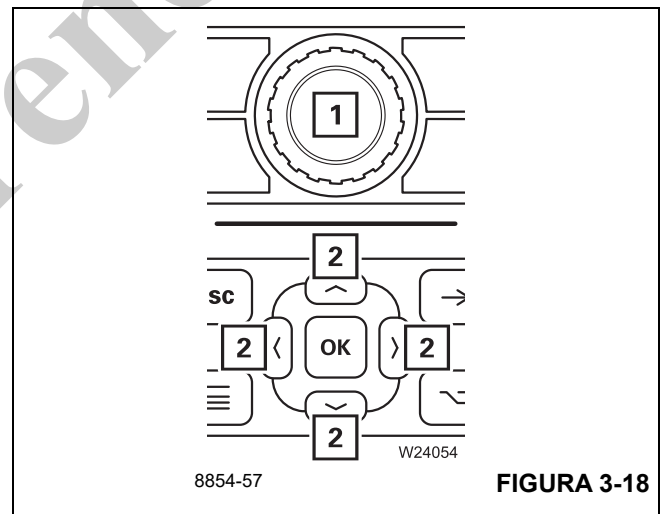

FIGURA 3-18
- Un menú puede abrirse solamente si el símbolo correspondiente se selecciona con el cuadrante selector (1), (Figura 3-18) o con los botones de sentido (2), (Figura 3-18).